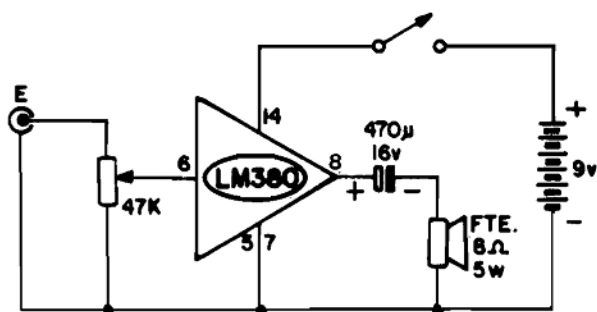

Fig. 12
- FIG. 12 - O "ESQUEMA" (SUPER-SIMPLES) DO AMPLIFICADOR EXPERIMENTAL COM LM380 - Praticamente "lá" só tem o Integrado! Notem como esses "super-componentes" tendem a simplificar tudo de uma maneira fantástica... Fora o próprio LM380, temos apenas um potenciômetro para "dosar" o nível do sinal de Entrada (notem que apenas a Entrada Inversora do Integrado é usada...) e um capacitor eletrolítico para acoplar o sinal de Saída diretamente a um alto-falante! Absolutamente **mais nada**! A alimentação, situada bem dentro dos parâmetros requeridos pelo Integrado, fica em 9 VCC, que podem ser fornecidos por 6 pilhas pequenas ou médias, em suporte, ou ainda por uma fonte capaz de liberar Corrente de 350mA "para cima" (9V). Uma nota, contudo: se for desejado um som bem "puro", com um mínimo de zumbi-